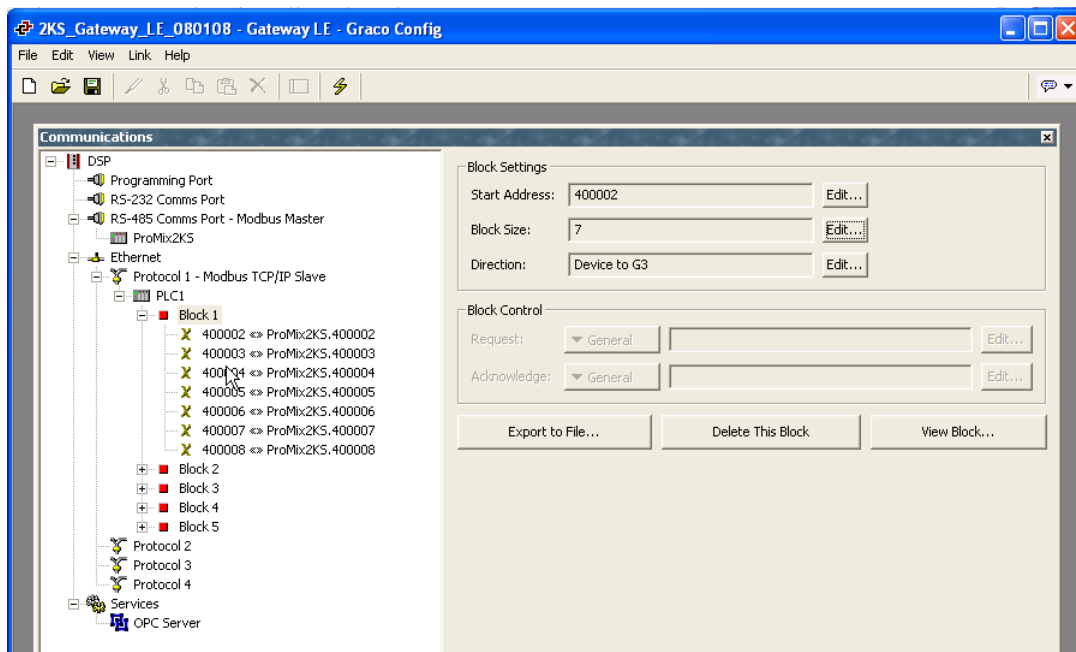

FIG. 25: Blok voor inventarisatie van data
- Zie FIG. 25. Klik op OK. Het bereik van adressen verschijnt onder de gepaste blok aan de linkerkzijde van het venster.